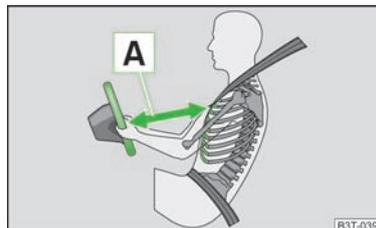

Fig. 96
- È importante che il conducente e il passeggero anteriore mantengano una distanza di almeno 25 cm rispettivamente dal volante e dalla plancia» **fig. 96**